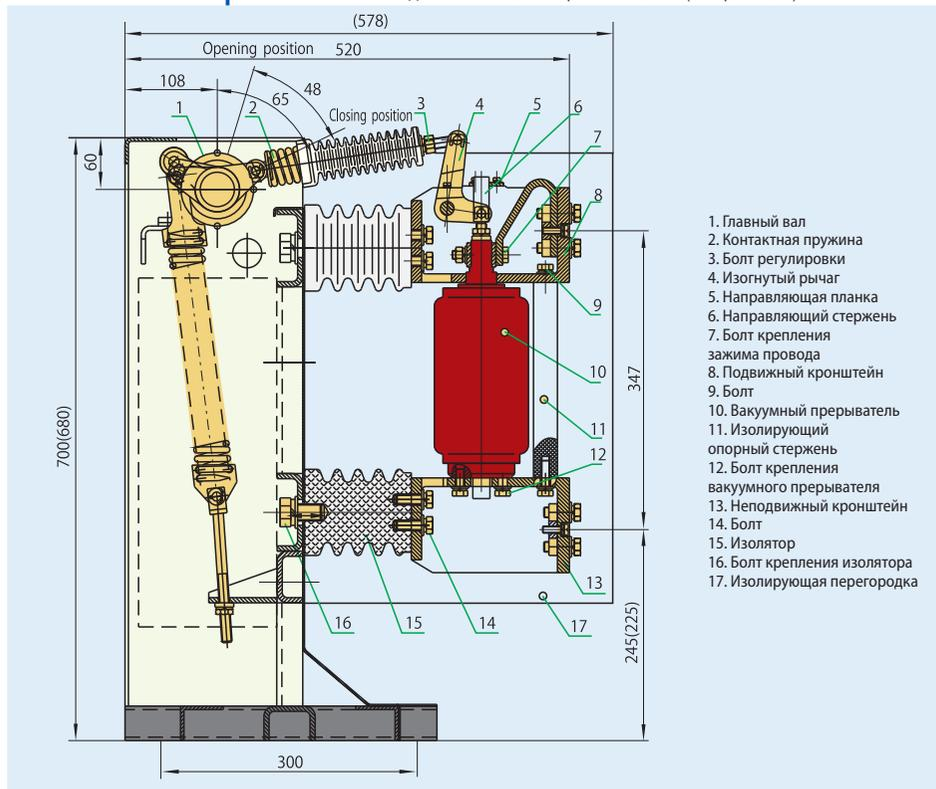

Рис. 5.1 Внешний вид выключателя серии ZN28-12
5.1 Внешний вид выключателя серии ZN28-12 (см. рис. 5.1)